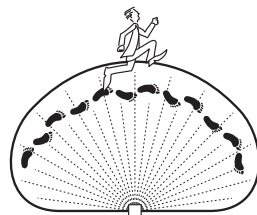

Figura 10
2. Haga una "prueba caminando": camine transversalmente a la parte frontal del detector de movimiento siguiendo la trayectoria de un arco (vea la Figura 10).